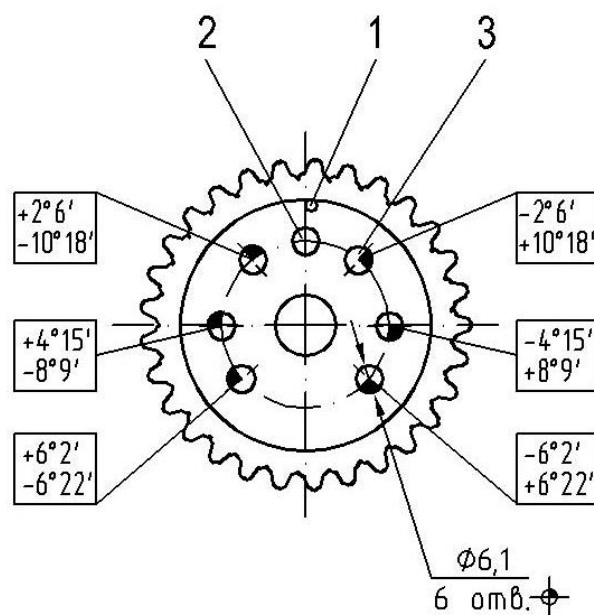

Рис.85. Дополнительные установочные отверстия в звездочках:
5. По установленному на звёздочке распределительного вала кондуктору 17-Ф-2349 просверлить в каждой звёздочке шесть дополнительных отверстий 3 (рис.85)  $\varnothing 6,1$  мм.
В результате установке звёздочки распределительного вала на одно из дополнительных отверстий получится изменение угла установки распределительного вала, замеряемое с помощью шаблона кулачка и сектора, на величину в соответствии с рис.85.